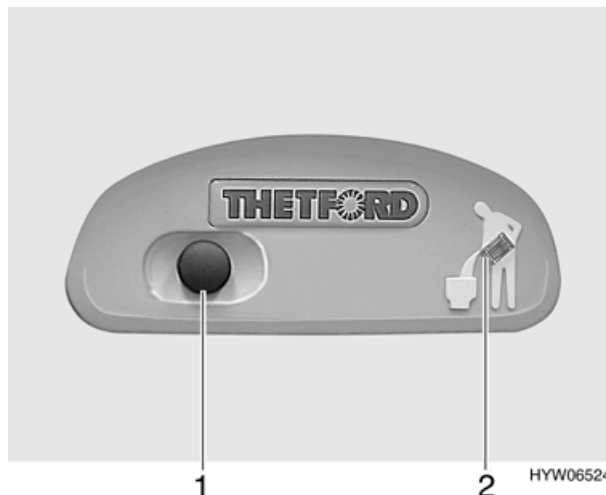

Fig. 89 Pulsante acqua di scarico/Luce spia cassetta Thetford
- Per sciacquare premere il pulsante blu (Fig. 89,1).
Quando la cassetta Thetford è piena e deve venire svuotata, la luce spia (Fig. 89,2) si accende.